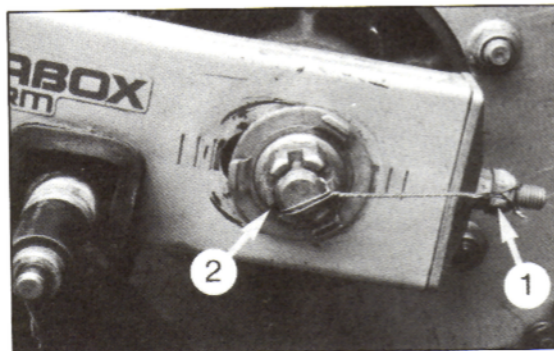

Bild 51
- Falls Durchhang nicht korrekt, Achsmutter SW 27 lösen und Spannerschrauben SW 12 gleichmäßig anziehen bis Kette einen Durchhang von 20 bis 30 mm aufweist. Ausrichtmarken auf beiden Seiten der Schwinge beachten, siehe Bild 51.